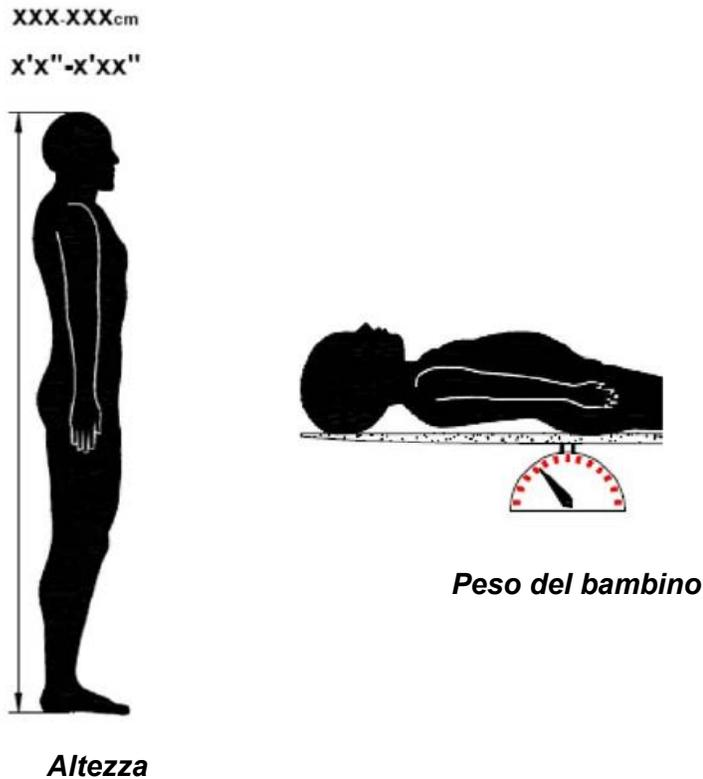

Figura 9: Misure
- Altezza del paziente o peso del neonato (vedere Figura 9)